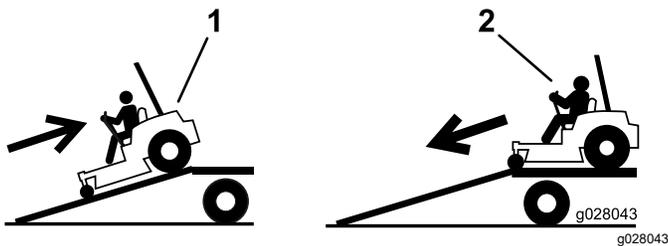

Рисунок 35
4. Пересувайтеся зворотним ходом вверх по рампі (Рисунок 35).